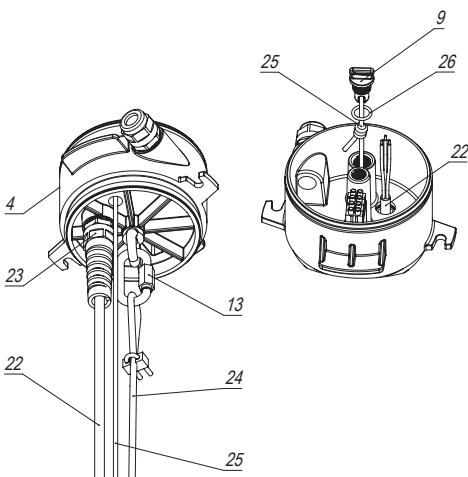

Рисунок 5
Перед установкой (рисунок 5) корпуса (4) на основание (1) крепится страховочный трос от насоса (24) на карабин (13). Также выводится кабель от насоса (22) через гермоввод (23). При наличии сливного клапана\* привязывается шнур (25) к заглушке (9).